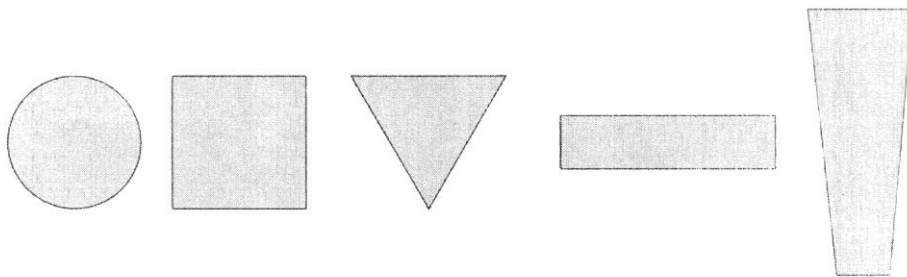
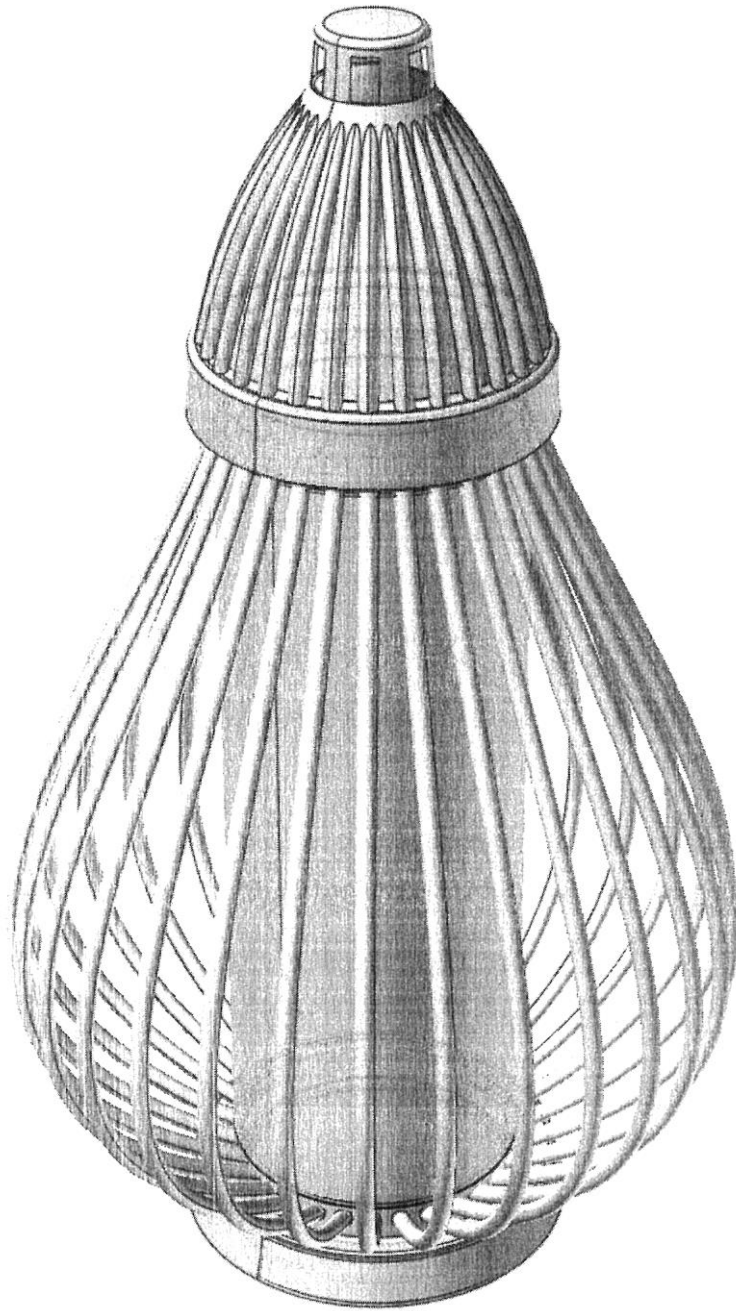
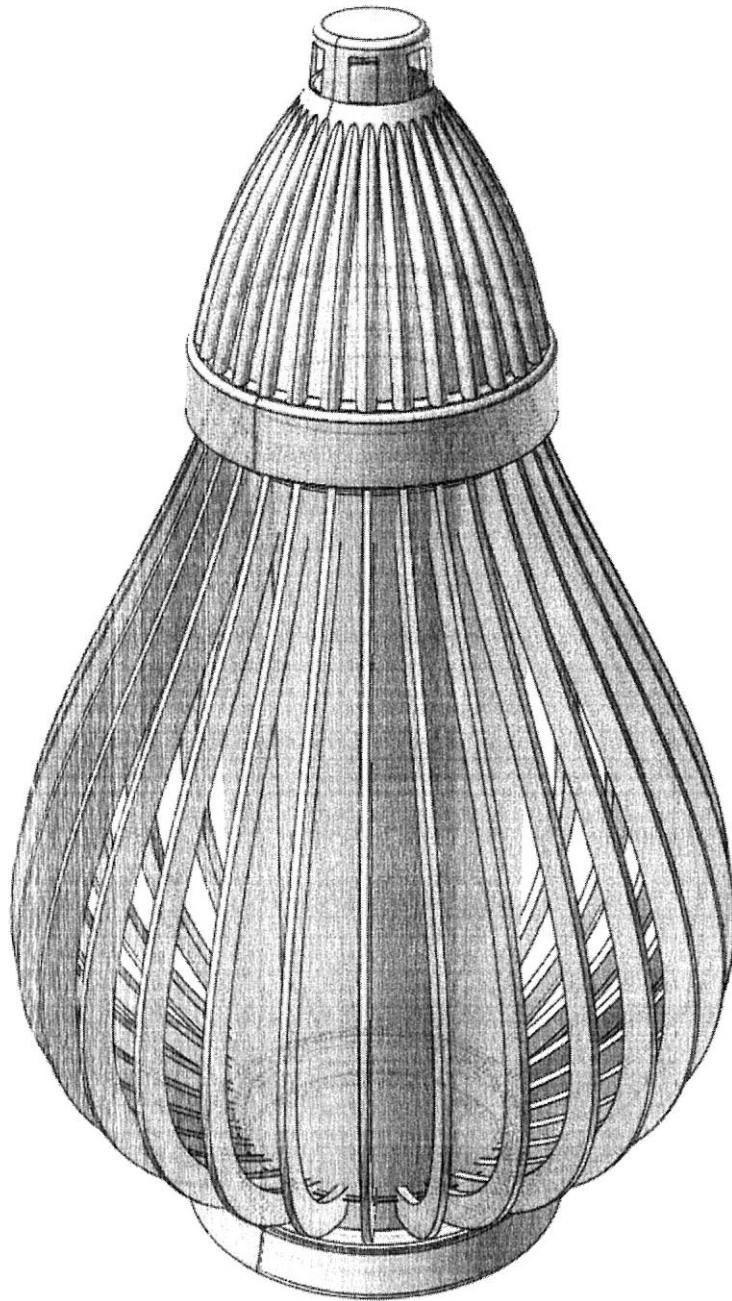

fig. B0
fig. B1
fig. B5
Odmiany wzoru przemysłowego przedstawiono na ilustracjach, na których fig. B0 – przedstawia możliwe przekroje prętów, ilustracje od fig. B1 do fig. B5 przedstawiają znicz w widoku perspektywicznym z zastosowanymi odmiennymi przekrojami, natomiast ilustracje od fig. C1 do fig. C5 przedstawiają odmienne pozycje mocowania osłon klosza w widoku perspektywicznym.
- możliwe przekroje prętów, okrągły, kwadratowy, trójkątny, prostokątny, trapezowy ilustracja fig. B0
- osłonie klosza przekrój okrągły ilustracja fig. B1
- osłonie klosza przekrój trapezowy ilustracja fig. B5